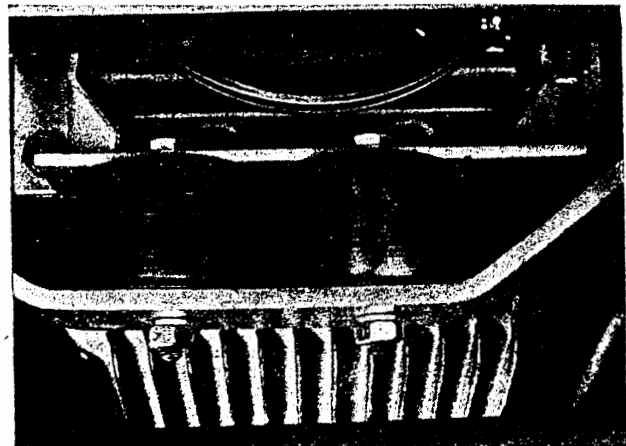

Bild M 264. Motoraufhängung, vorn
21. Sechskantmuttern der Gummifedern am Motor-träger abschrauben (Bild M 264).